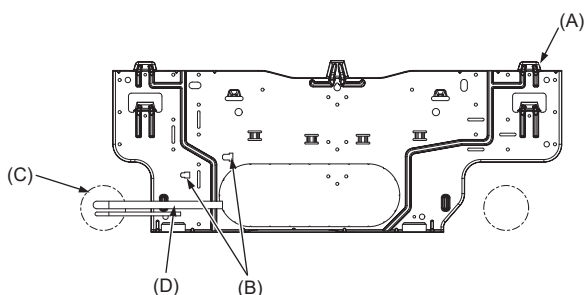

Fig. 3-6
- (D) Vis de fixation (4 × 25) (2)
- (E) Niveau
- (F) Planche d'installation (1)
- (A) Min. 119 mm (669 mm minimum avec installation d'une pompe de vidange en option)
- (B) Min. 224 mm
- (C) Min. 75 mm (Utilisez le crochet positionné sur la partie inférieure du panneau de montage si la dimension est inférieure à 100 mm avec tuyau gauche, arrière gauche ou inférieur gauche et installation d'une pompe de vidange en option. Reportez-vous à la section 3.5. pour plus de détails.)
3.3. Lors de l'insertion des tuyaux dans le mur (Fig. 3-6)
- (A) Planche d'installation (1)
- (B) Marquage de référence des raccords évasés
- (C) Orifice passant
- (D) Tuyauterie sur site